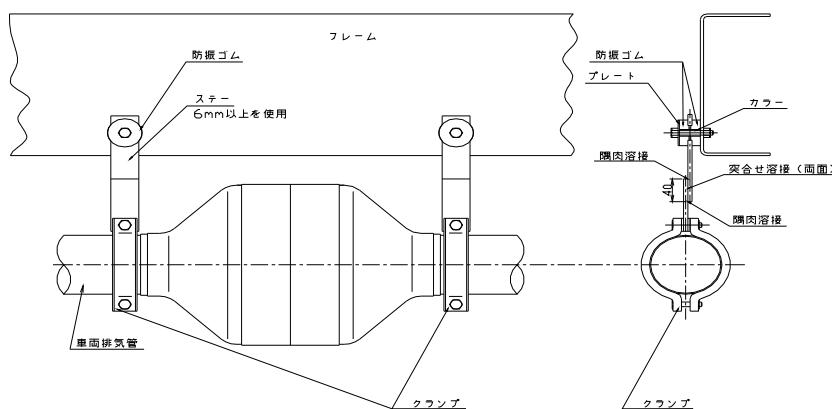

図8
標準的な吊り方として、図8、9の方法を参考に搭載して下さい。
- ステーを溶接で継いで作る場合、図8のように重なる部分を40mm確保すること。
②標準の吊り方-2